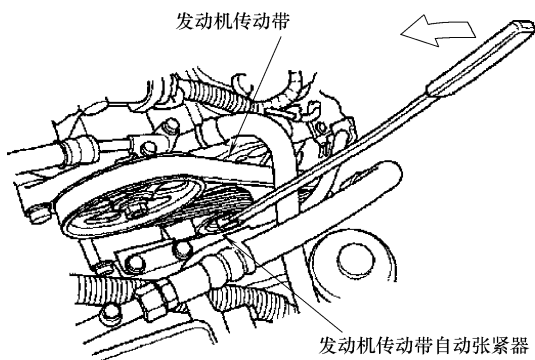

图 23-98 拆卸发动机传动带和自动张紧器
- 4) 按照图 23-98 所示，拆卸发动机传动带和传动带自动张紧器。